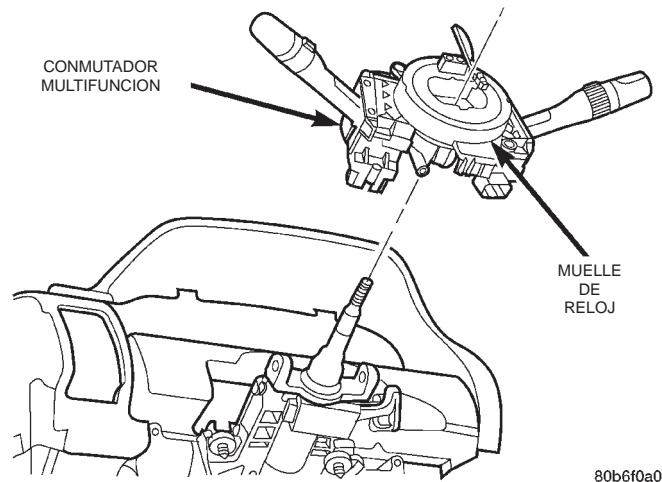

Fig. 11 Desmontaje e instalación del alojamiento de instalación del conmutador multifunción
(10) Separe como una unidad, el alojamiento de instalación del conmutador multifunción, el muelle de reloj y ambos conmutadores multifunción de la parte superior de la columna de dirección (Fig. 11).